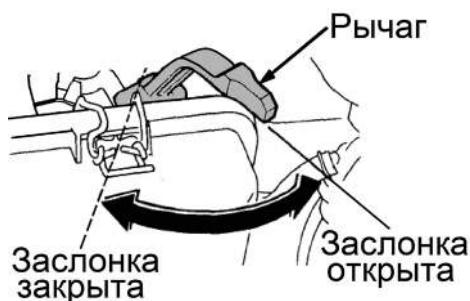

Рис. 6. Рычаг управления воздушной заслонкой
2. Закройте воздушную заслонку карбюратора. Для этого переведите рычаг управления воздушной заслонкой в крайнее левое положение (Рис. 6).